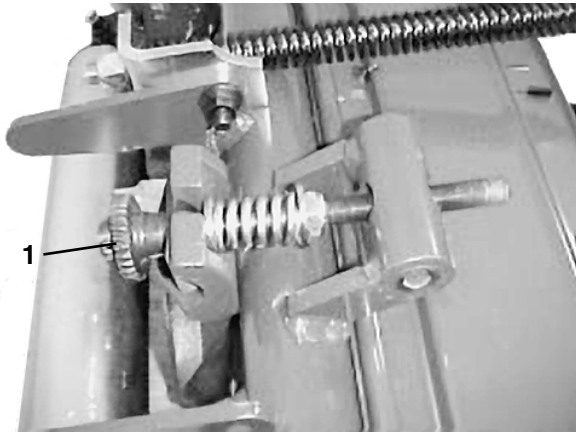

Figure 21
1. Ecartez le cylindre et la contre-lame l'un de l'autre en tournant la molette de réglage de la contre-lame (Fig. 21) dans le sens contraire des aiguilles d'une montre jusqu'à ce qu'ils soient séparés.